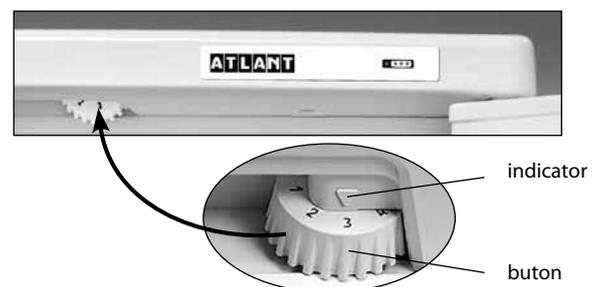

Figura 3 – Reglarea temperaturii
1.5 Elementul de reglare a temperaturii din frigider, în conformitate cu Figura 3 este butonul de reglare a temperaturii (numit în continuare – buton), care se află sub masca frigiderului. Butonul se rotește în sensul acelor de ceasornic sau în sensul contrar al acestora și are diviziuni numerice. Diviziunea "1" corespunde celei mai joase setări de temperatură (răcire minimă) în camera frigorifică, diviziunea "7" – celei mai înalte setări de temperatură (răcire maximă). Pentru a regula temperatura, fixați diviziunea butonului sub indicator.
Deschideți ușa CF și fixați sub indicator diviziunea "2" a butonului. Închideți ușa CF. Pentru setarea temperaturii optime pentru păstrarea produselor în camera frigorifică, efectuați reglarea cu ajutorul butonului în conformitate cu figura 3. În cazul dacă după ajustarea sau schimbarea condițiilor de exploatare compresorul a început să funcționeze continuu, este necesar de a roti rola în direcția reducerii decalajului digital până când